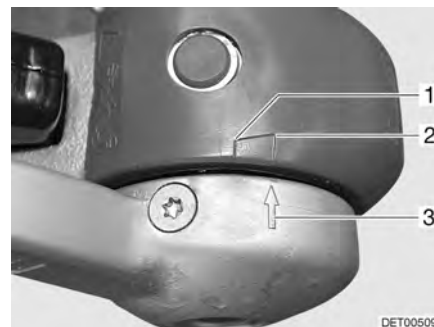

Fig. 199 Guarnizioni di attrito
- Se la freccia sul disco pressione (Fig. 199,3) si trova prima o alla superficie di marcatura (Fig. 199,2), le guarnizioni di attrito sono ancora allo stato nuovo.
- Se la freccia sul disco pressione si trova all'interno della superficie di marcatura (Fig. 199,1 a 2), le guarnizioni di attrito sono leggermente consumate.
- Se la freccia sul disco pressione si trova alla fine della superficie di marcatura (Fig. 199,1) o la supera, le guarnizioni di attrito sono consumate.